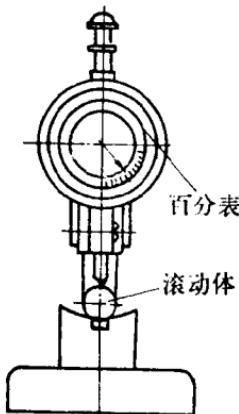

图2 滚动体检查仪
(1) 检查各零件表面有无严重的锈蚀、麻点、脱皮、破裂等缺陷。如有则不能再修复。
(2) 在滚动体检查仪上(图2)，检查每套滚动体的椭圆度和直径误差。一般说来，若椭圆度不大于0.01毫米；每组直径：滚珠误差不大于0.01毫米，圆柱(锥)滚子误差不大于0.02毫米者，可以继续使用。当圆柱(锥)滚子误差超过上述数值时，要在磨床上磨修，消除椭圆度和恢复原来的锥度后方可使用。